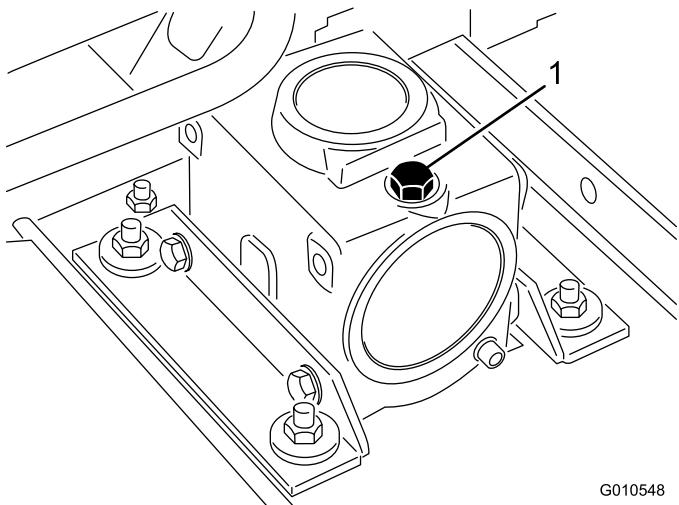

Bild 7
2. Nehmen Sie den Peilstab bzw. die Füllschraube oben am Getriebe ab (**Bild 7**) und stellen Sie sicher, dass der Ölstand zwischen den Markierungen am Peilstab liegt. Wenn der Ölstand niedrig ist, füllen Sie Öl ein, bis der Stand zwischen den Markierungen liegt.